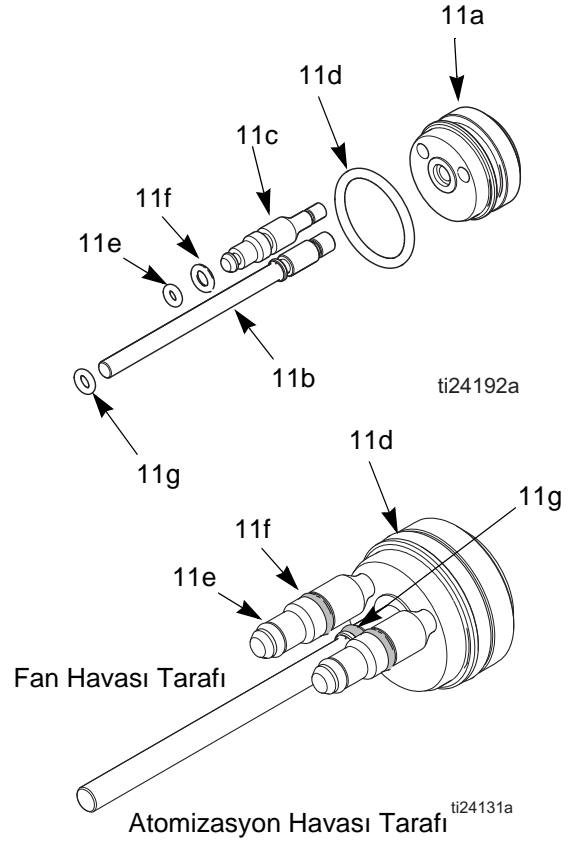

FIG. 22. Piston O-Halkaları
4. Piston başlığı (13) tabancanın arkasından sökün.
5. Pistonu tabancanın arkasından dışarı itirmek için piston çubuğunu (11) ittirin.
6. O-halkalarını (11d, 11e, 11f, 11g) hasar yönünden inceleyin. Bkz. Table 3 ve FIGURE 22.
9. Yayı (12) ve piston başlığını (13) takın.